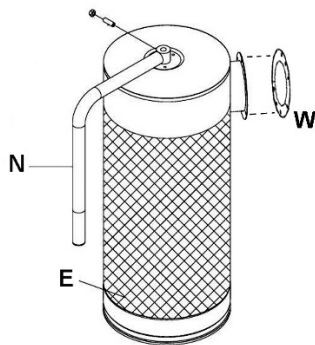

Abbildung 8
9. Den Griff (N) mit Befestigungsschraube und Mutter am Topffilter (E) anbringen. Siehe Abbildung 8.